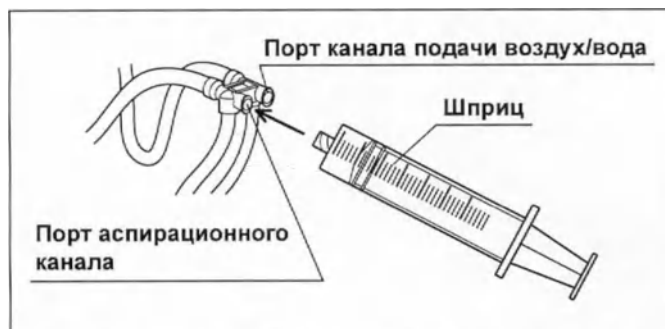

Рис. 6.15
- 1 Присоедините шприц к порту аспирационного канала инъекционной трубки. (см. рис. 6.15)
- 6** Присоедините шприц к порту аспирационного канала инъекционной трубки. (см. рис. 6.15)